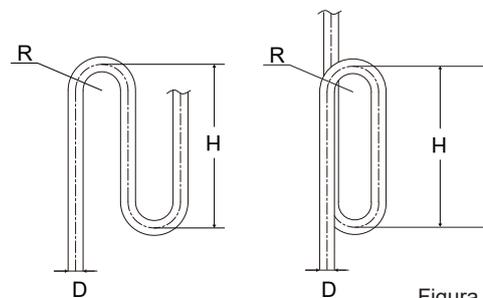

Figura 4.8
- Quando l'unità esterna si trova sopra l'unità interna e la differenza di livello supera i 20 m, consigliamo di predisporre una curva di ritorno dell'olio ogni 10 m di distanza sul tubo del gas della tubazione principale. Le specifiche consigliate per la curva di ritorno dell'olio sono riportate nella Figura 4.8.
- Requisito 3:** La maggiore differenza di livello tra l'unità interna e l'unità esterna non deve superare i 110 m (se l'unità esterna è sopra) o i 110 m (se l'unità esterna è sotto). Inoltre: (i) Se l'unità esterna si trova al di sopra e la differenza di livello è superiore a 20 m, si raccomanda di inserire ogni 10 m nel tubo del gas della tubazione principale una curva di ritorno dell'olio con le dimensioni specificate nella Figura 4.8; e (ii) se la differenza di livello è superiore a 40 m (unità esterna al di sotto) o 50 m (unità esterna al di sopra), le dimensioni della tubazione principale (L1) devono essere aumentate come indicato nella Tabella 4.7.